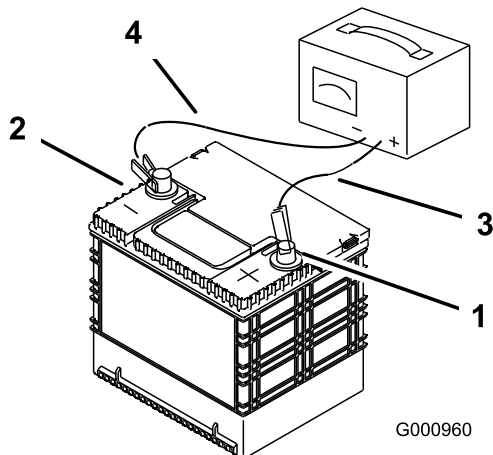

Bild 64
2. Wenn die Batterie ganz aufgeladen ist, ziehen Sie den Stecker des Ladegeräts aus der Dose. Klemmen Sie dann die Klemmen des Ladegeräts von den Batteriepolen ab (Bild 64).